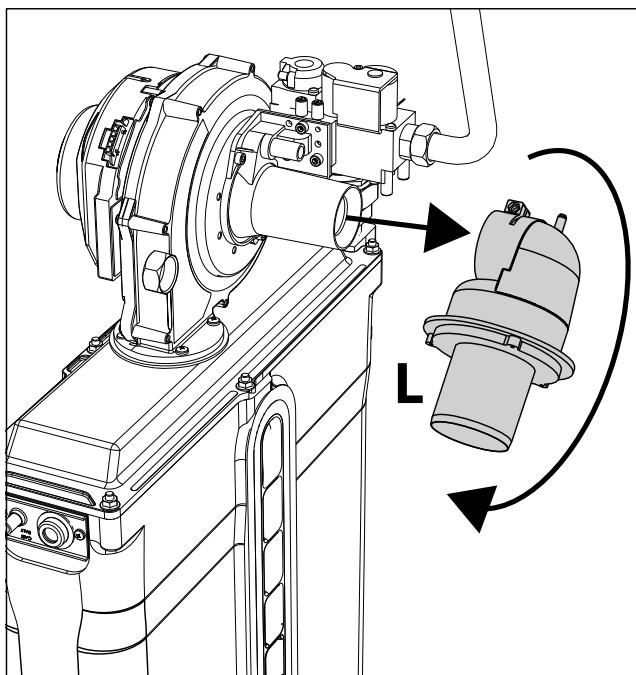

fig. 80
4. Rotiți și scoateți amortizorul „L” (vezi fig. 80).